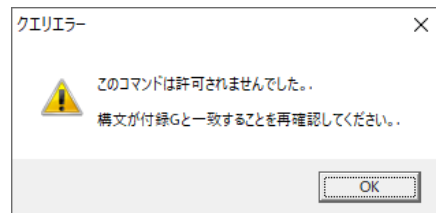

図29: 「クエリエラー」メッセージ
- 処理が正しく行われなければ、「クエリエラー」にメッセージが表示されます（図29の例を参照）。